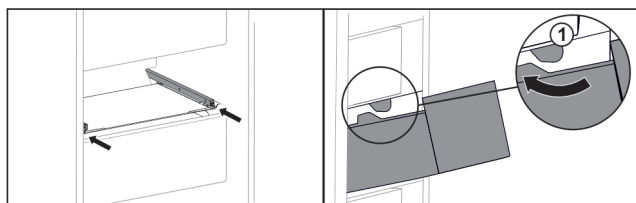

Fig. 100
- ▶ Preved'te zásuvku okolo zarážok Fig. 100 (1).